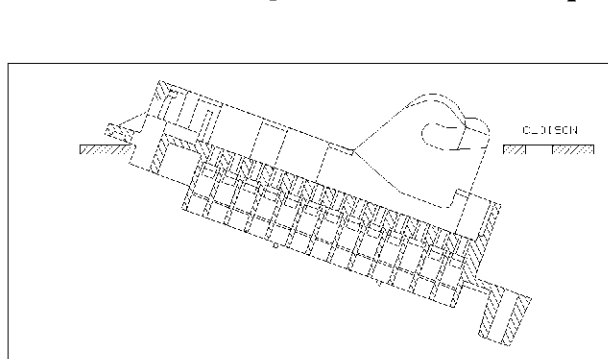

fig. 3
- c. Amener le boîtier sur la cloison en le présentant comme indiqué figure 3.